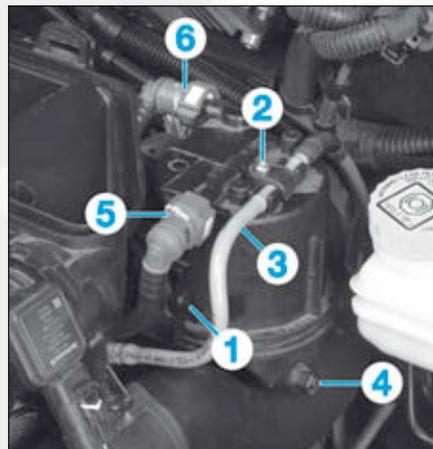

FIG.37
- la vis (1) (Fig.37),
- la vis (2),
- dégrafer le tuyau (3).
- Brancher un tuyau sur la vis de purge (4).
- Ouvrir la vis de purge (4).
- Désaccoupler les tuyaux (5) et (6) et les obturer ainsi que les conduits du filtre à combustible à l'aide de bouchons appropriés.
- Ouvrir la vis de purge (4) (Fig.37).